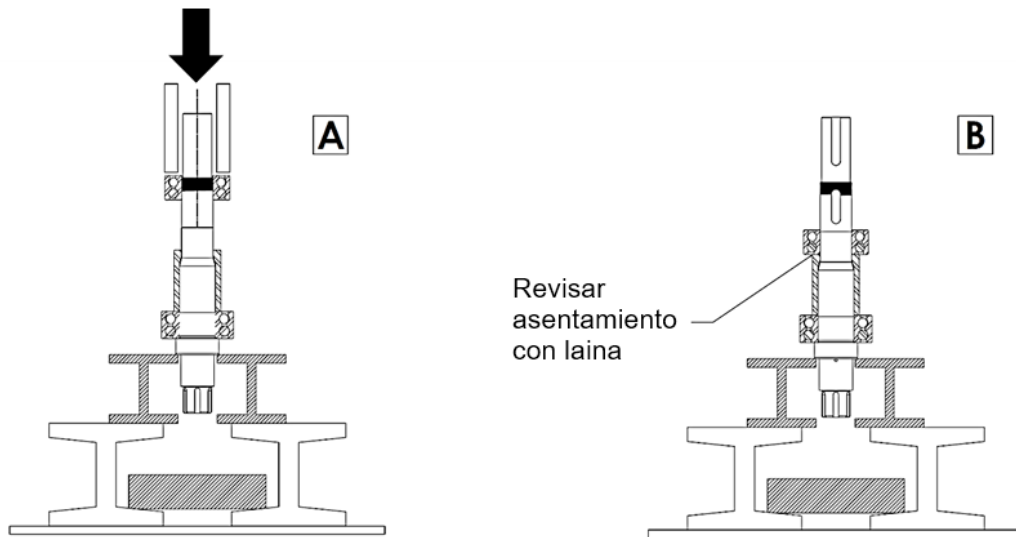

**Figura 49: Presión del rodamiento delantero sobre la flecha**
- Limpié todas las piezas reutilizables antes de volver a ensamblarlas. Aplique una capa ligera de lubricante en el área de la flecha donde se asentará el rodamiento delantero. Coloque la flecha en posición vertical en la prensa con el extremo del rotor hacia abajo (Figura 49, A). Coloque los nuevos rodamientos sobre la flecha junto con el espaciador (Figura 49, B). Asegúrese de que el rodamiento y el espaciador estén alineados antes de presionarlos. Usando una barra hueca que descance sobre el espaciador del rodamiento y a través de la flecha, presione el rodamiento hasta que se asiente contra el hombro de la flecha. Se puede utilizar una lana para asegurarse de que el rodamiento esté completamente apoyado en el hombro de la flecha (Figura 49, C).